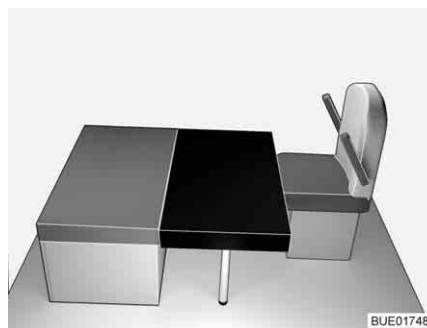

Fig. 84 Dopo la trasformazione
- Collocare il cuscino aggiuntivo rettangolare sul tavolo (davanti al cuscino dei sedili, vedi Fig. 84). La sezione nel cuscino aggiuntivo è appoggiata contro la parete di sostegno anteriore.